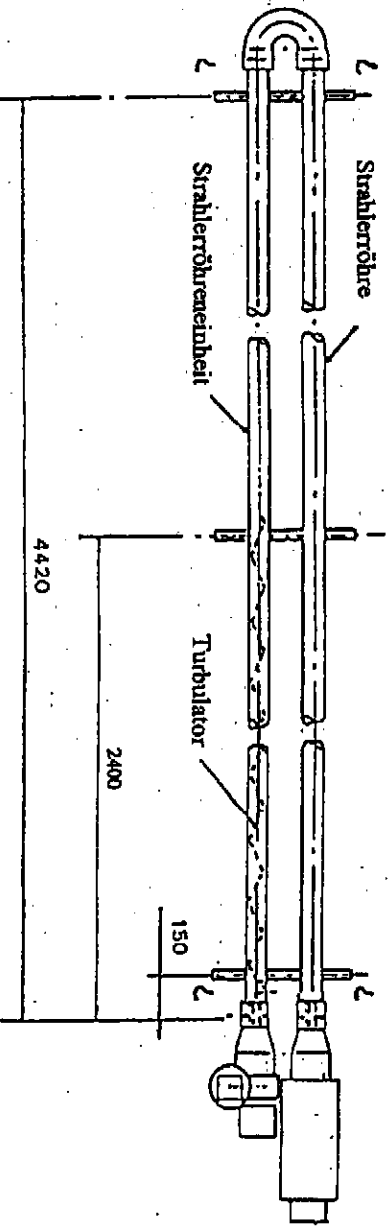

Abb. 10
4.1.1 Verpackung/Schutz von den Strahlerröhren und Strahlerröhreneinheiten entfernen und sicherstellen, daß sie innen klar sind. Die Strahlerröhren und Strahlerröhreneinheiten auf Böcke legen so daß ein Abstand von mind. 150mm vom Boden und 190mm Zwischenraum entsteht, mit den Röhrenden in einer Linie wie in Abb. 10. Den U-Bogen an die Röhren mit den zwei Gewindestöchern nach oben zeigend montieren. Stellen Sie sicher, daß der U-Bogen voll eingerastet ist. Benutzen Sie zwei 5/16" BSW Sechseckschraubenschrauben (aus dem Befestigungspaket) und sichern Sie den U-Bogen an der Strahlerröhre und der Strahlerröhreneinheit.
4.1.2 Montieren Sie die drei Aufhängekonsolen zur Strahlerröhre indem Sie zwei "U" Bolzen pro Konsole (aus dem Befestigungspaket) verwenden und diese entlang der Strahlerröhren wie in Abb. 10 anbringen. Die Muttern ausreichend befestigen, um die Aufhängekonsolen zu halten. Nicht überdrehen.
- 4.1.7 Das Gerät sollte jetzt angehoben werden und wie im Abschnitt 3.1 dargestellt an den vortier angebrachten Ketten oder Fallsäben an den in Abb. 10 gezeigten Aufhängepunkten gehängt werden. Seil- oder Gewebeschlingen sollten benutzt werden, wenn man von oben her hochhebt. Beim Gebrauch eines Gabelstaplers, stellen Sie sicher, daß das Gerät vor dem Anheben auf den Gabeln balanciert ist.
WICHTIG: Der Turbulator, der in der Strahlerröhreneinheit befestigt ist, muß an die Ventilatoreinheit angrenzen (siehe Abb. 10)